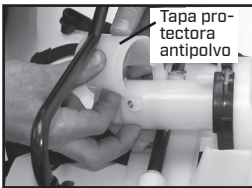

Figura 9
1) Retire el pasador de sujeción y la manija de la bomba. Acueste la unidad sobre su parte posterior con la bomba viendo hacia usted (Figura 1). Afloje la abrazadera de la manguera y quite la manguera pulverizadora. Precaución: podría haber residuos líquidos en la manguera y el cilindro de presión. Retire la tuerca y tornillo de la tapa protectora y retire la tapa (referencia: figura 9). Gire el eje de la bomba para alcanzar los dos tornillos (A). Con una llave Allen, retire los tornillos. Jale el ensamblaje del pistón (B) y sáquelo del cilindro de pistón (C).